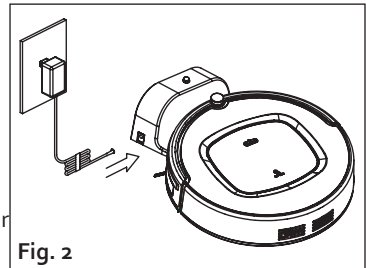

Fig. 2
3. Prenez l'adaptateur, branchez la fiche secteur dans une prise de courant, et raccordez la fiche DC à la station de charge (Fig. 2).